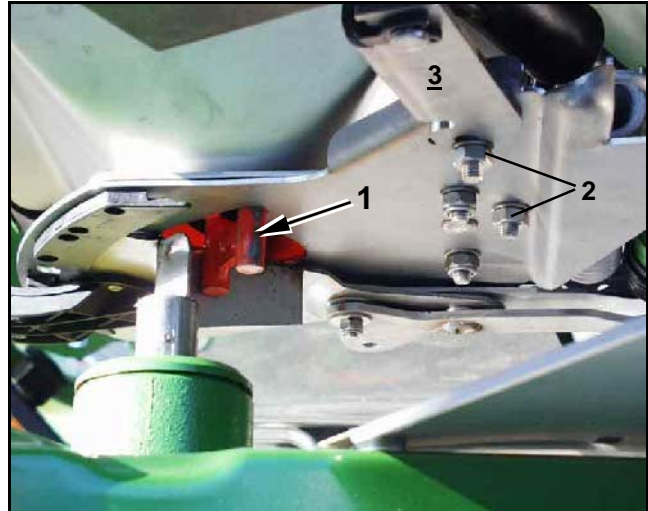

Fig. 2
- Genom den nu erhållna spjällöppningen ska nu tolken (Fig. 2/1) (extrautr best-Nr.: 915018) lätt kunna passera.
- Lossa infästningsskruvarna (Fig. 2/2) för spindelmotorkonsolen (Fig. 2/3).
- Skjut in inställningstolken (Fig. 2/1) i spjällöppningen.
- Vrid spindelmotorkonsolen (Fig. 2/3) så att sjället ligger an mot inställningstolken och dra åt skruvarna (Fig. 2/2).